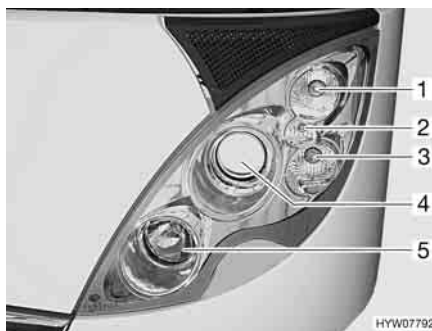
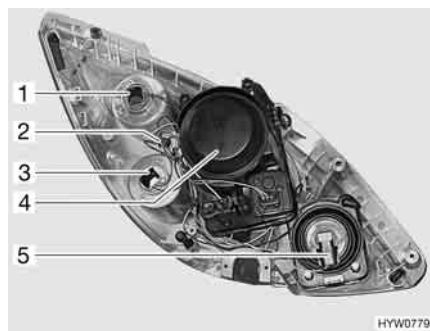

Fig. 197 Fari anteriori (lato anteriore)
Fig. 198 Fari anteriori (lato posteriore)
Indicatore di direzione (Fig. 197,1 e Fig. 198,1)
(Fig. 197,2 e Fig. 198,2)**
**Luce diurna (Fig. 197,3 e
(Fig. 197,4 e Fig. 198,4)**
**Abbagliante (Fig. 197,5 e